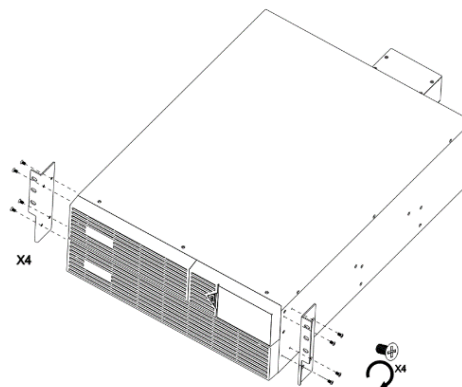

Figure 4
4. Fixez les pattes de montage en rack à l'avant gauche et à l'avant droit de l'onduleur. (Fig. 4)